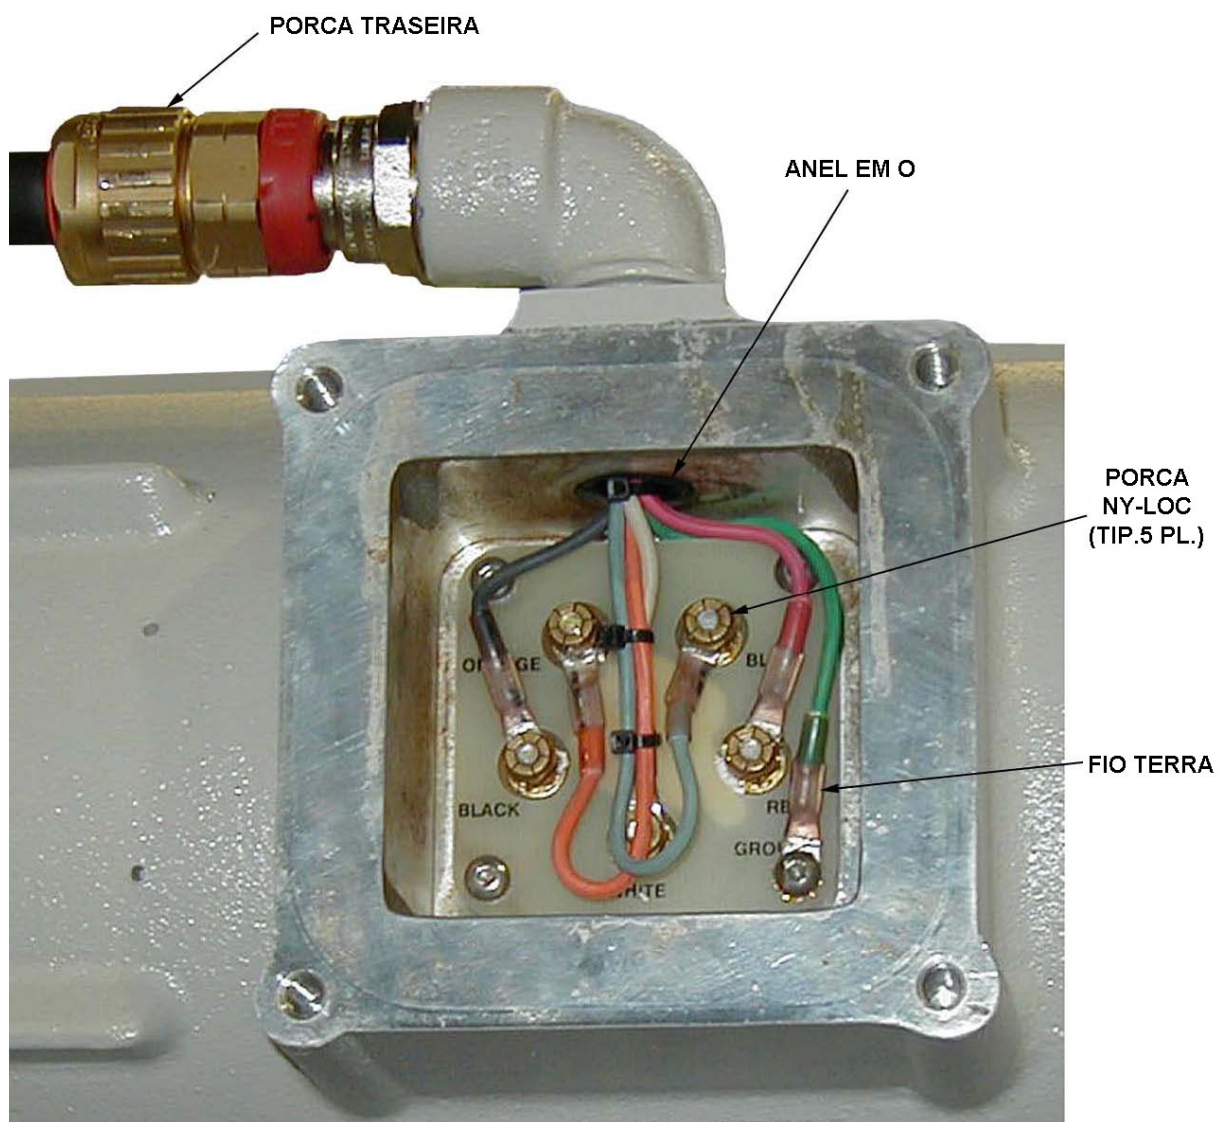

Figura 7-2 Conexões do cabo do motor ao bloco de terminais
2. Cuidadosamente alimente os fios pelo cotovelo instalado na caixa de junção do motor (Figura 7-2).